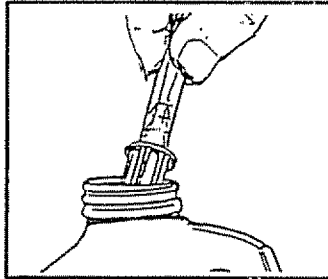

FIG. 13
- Coloque el filtro pequeño del tubo transparente de recolección de detergente dentro del recipiente del detergente (Fig. 13).